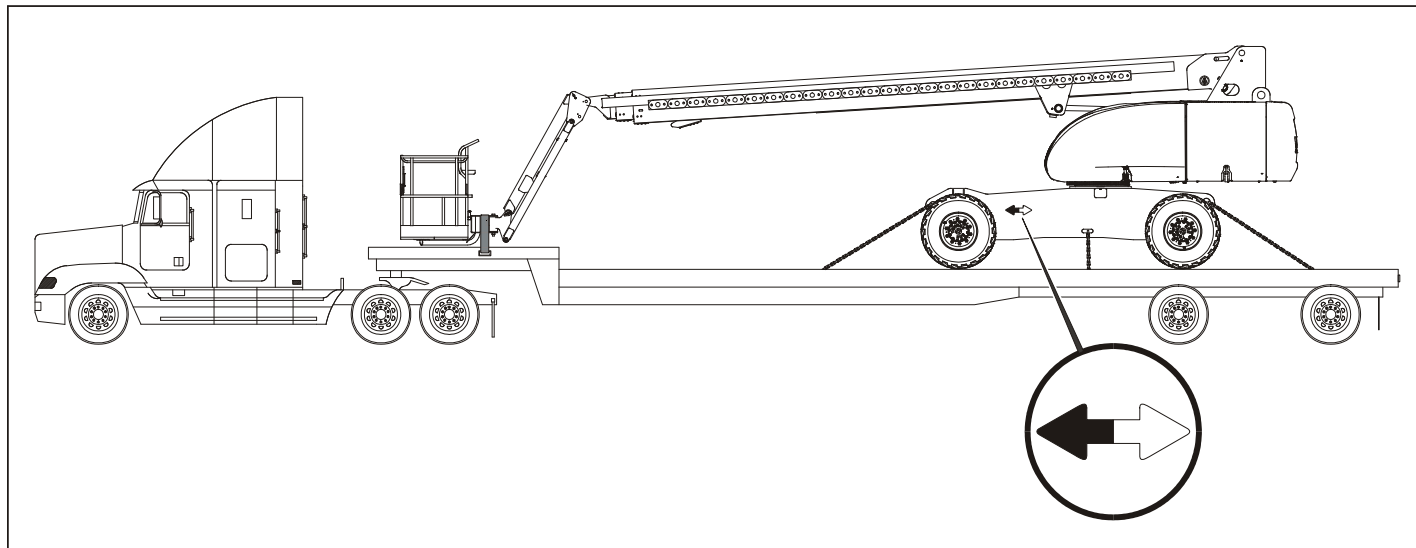

Рис. 4-7. Типовая транспортировка машин 800S/810SJ/860SJ
- c. Заведите машину на прицеп, стрела и платформа должны быть расположены по направлению грузозагрузки. См. Рис. 4-7., Типовая транспортировка машин 800S/810SJ/860SJ.